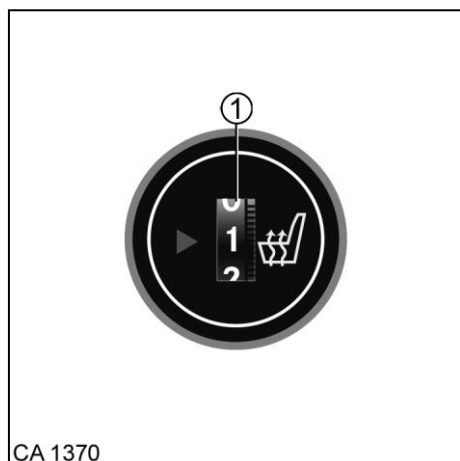

Fig. 25 Chauffage de siège
1. Régler le thermostat (Fig. 25/1) sur la puissance de chauffage souhaitée.